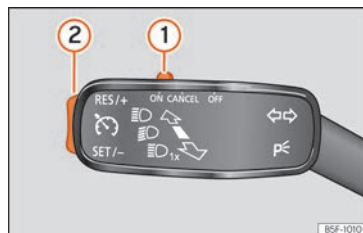

Fig. 223 En la palanca de los intermitentes: mandos para el manejo del GRA.
- Desplace el mando »» fig. 223 ① hasta ON.
- Pulse el botón »» fig. 223 ② en la zona **SET/-**.
- Desplace el mando »» fig. 223 ① hasta **CANCEL** o pise el freno.
- Pulse el botón »» fig. 223 ② en la zona **RES/+**.
Mientras el GRA regula se puede ajustar la velocidad guardada con la tecla »» fig. 223 ②:
- Para aumentar en pasos de 1 km/h [1 mph] pulse brevemente el botón »» fig. 223 ② en la zona **RES/+**.
- Para aumentar la velocidad ininterrumpidamente mantenga pulsado el botón »» fig. 223 ② en la zona **RES/+**.
- Para reducir en pasos de 1 km/h [1 mph] pulse brevemente el botón »» fig. 223 ② en la zona **SET/-**.
- Para reducir la velocidad ininterrumpidamente mantenga pulsado el botón »» fig. 223 ② en la zona **SET/-**.
- Desplace el mando »» fig. 223 ① a **OFF**.